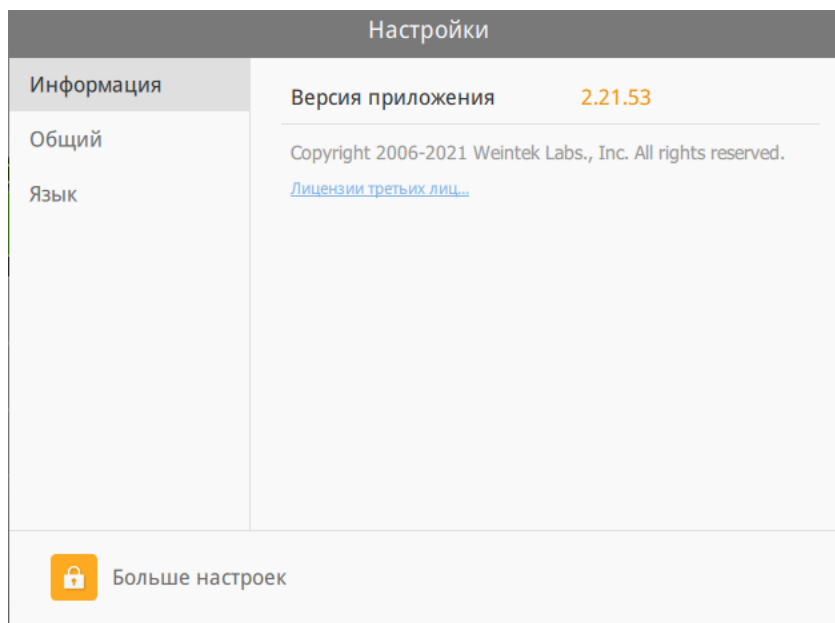

Рисунок 8.4 – Окно настроек ПО cMT Viewer
3. В открывшемся окне настроек (рисунок 8.4) необходимо нажать кнопку .